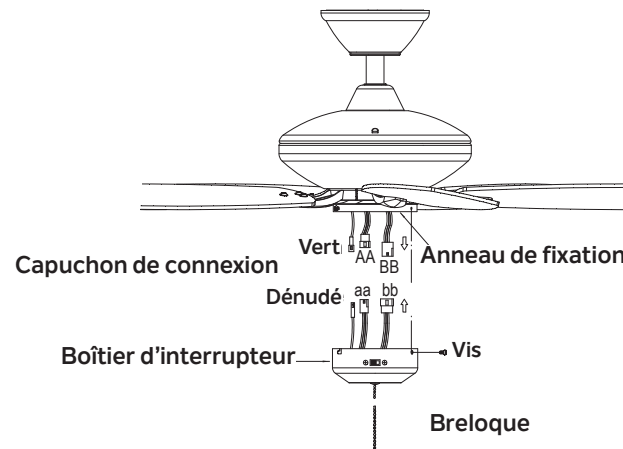

Fig. 15
**Étape 1.** Tout en maintenant le boîtier d'interrupteur sous votre ventilateur de plafond, connectez les fils. Branchez le raccord du fil de mise à la terre vert du ventilateur au raccord du fil dénudé du boîtier d'interrupteur. Ensuite, branchez le petit raccord de fils électriques du ventilateur (AA) au petit raccord de fils électriques du boîtier d'interrupteur (aa) et branchez le grand raccord de fils électriques du ventilateur (BB) au grand raccord de fils électriques du boîtier d'interrupteur (bb). (Fig. 15)
**Étape 2.** Poussez soigneusement tous les fils dans le boîtier d'interrupteur. Fixez le boîtier d'interrupteur sur l'anneau de fixation avec les vis fournies. Veillez à ce que chaque vis soit bien serrée. (Fig. 15)